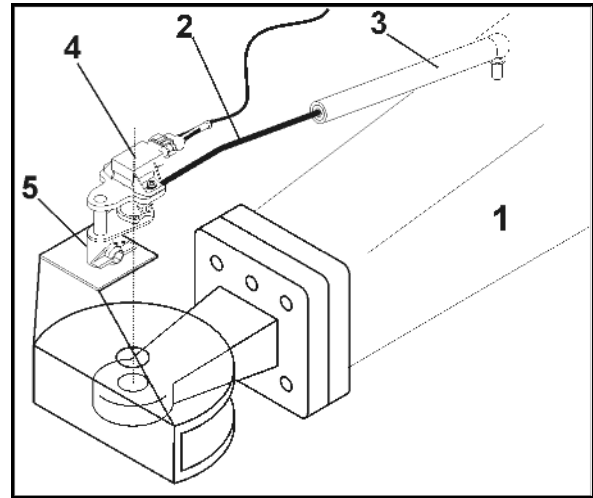

Fig. 39
AutoTrail-styrerreguleringen benyttes til å la sprøyten følge automatisk og nesten helt nøyaktig i traktorsporet. Systemet måler trekkstangens vinkel (Fig. 39/1) i forhold til traktorens kjøreretning.
1. Sett vinkelstangen (Fig. 39/2) i plasthylsen (Fig. 39/3).
2. Sett dreievinkelsensoren (Fig. 39/4) i festet (Fig. 39/5).